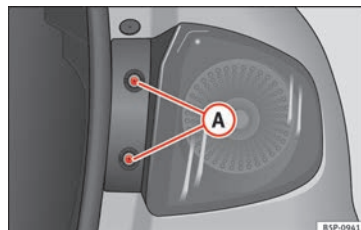

Fig. 184 Luz de presença/travão.
- Retire os parafusos » Fig. 184 (A).